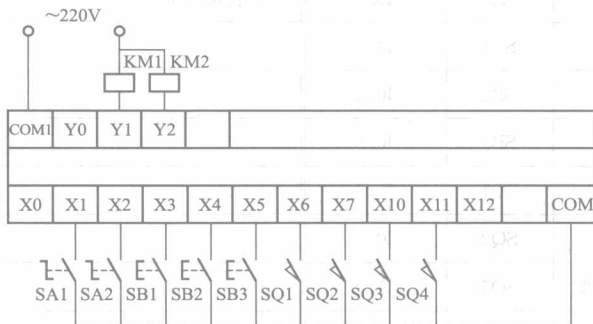

图 9 三相异步电动机手动、自动往复运动电路三菱 FX2N 系列 PLC 接线图
(2) 三相异步电动机手动、自动往复运动三菱 FX2N 系列 PLC 接线图如图 9 所示。